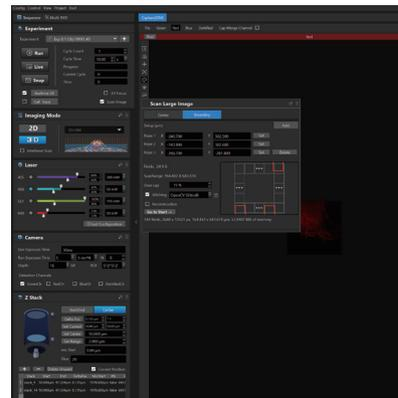

图3.12-3
③ 当Z Stack选择Start/End模式执行扫图拼图时，扫图Boundary方法需要在3D图像拍摄的开始焦面的位置时Set Point，在最后一个Point设置完成后并设置其他扫图参数，然后在【Z Stack】点击Set Start设置拍摄开始位置，调节焦面到拍摄的结束位置，【Z Stack】点击Set End设置结束位置并添加stack(扫图的时候会以当前stack的开始焦面作为所有拼图区域的开始焦面，和前面设置Point的开始焦面可能存在差异，如图3.12-3所示)。【Experiment】区域点击“Run”按钮开始执行扫图拼图。
④ 简易模式3D图像扫图拼图以配置完成扫图参数后再设置的stack焦面参数作为拍摄焦面，sequence模式则按当前sequence的stack参数作为拍摄焦面。